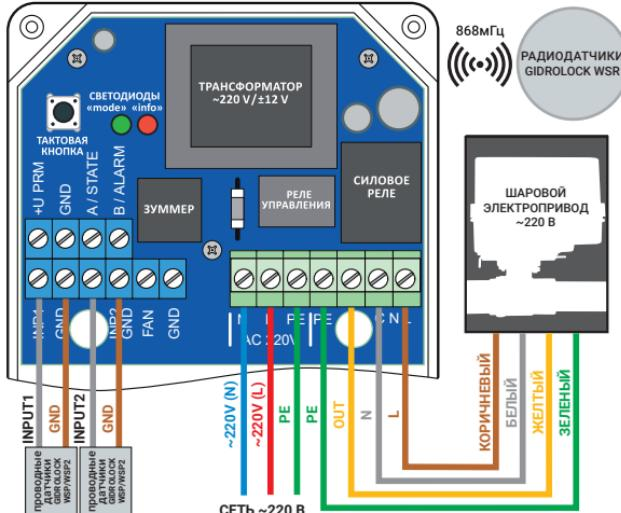

Рис. 3. Схема подключения шарового электропривода GIDROLOCK на напряжение питания 220 В и проводных датчиков протечки воды GIDROLOCK WSP или WSP2.
5.2 Проводные датчики протечки воды WSP подключаются к клеммам: INPUT1 и GND – первая зона контроля, INPUT2 и GND – вторая зона контроля (рис. 3 и 4).
5.3 Шаровой электропривод GIDROLOCK с напряжением питания 220В подключается к блоку управления согласно схеме, приведенной на рис. 3. Для подключения большего количества электроприводов возможно использовать дополнительные клеммные блоки и монтажные коробки.